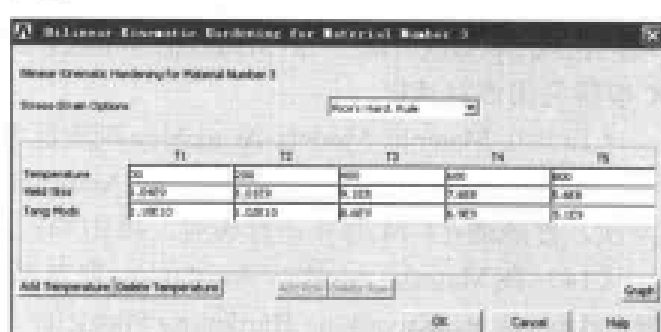

图 13-77 输入铁的屈服强度和切变模量对话框
(21) 在 Material Models Available 列表框中依次双击 Structural、Nonlinear、Inelastic、Rate Independent、Kinematic Hardening Plasticity、Mises Plasticity、Bilinear 选项, 出现 Bilinear Kinematic Hardening for Material Number 3 对话框, 单击 Add Temperature 按钮 4 次, 参照图 13-77 对其进行设置, 单击 OK 按钮关闭该对话框。